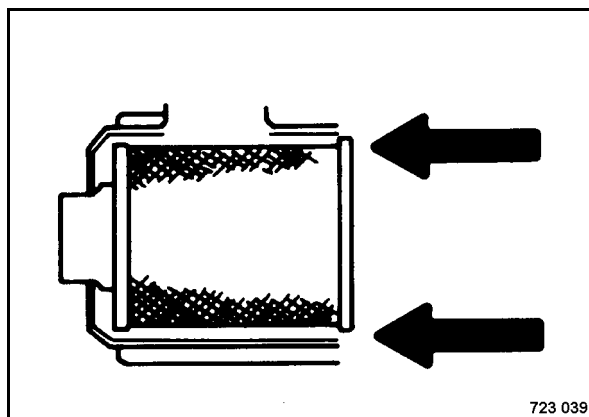

Fig. 143
- Inserire l'elemento filtrante principale (Fig. 143).